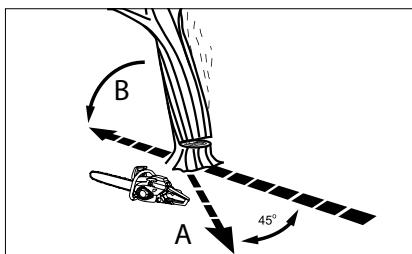

Fig. 14
Pre-mapee su ruta de escape (A) y elimine cualquier obstáculo antes de continuar con los cortes. La ruta de escape debe estar en la dirección opuesta a la caída prevista del árbol (B) (fig. 14).